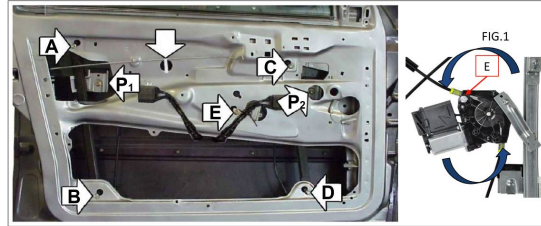

FIG.1
A) **WARNING: DO NOT OPERATE THE WINDOW REGULATOR BEFORE IT IS COMPLETELY ASSEMBLY ON VEHICLE.** Insert the electric window regulator into the door and secure it into the holes at positions A - B - C - D - E. Slightly tighten the screws. ATTENTION: If fixing point E on the window regulator doesn't immediately fit to the one on the door panel, please fit the fixing point rotating the motor group (FIG.1).
A) **ATENCIÓN: NO PONER EN FUNCIONAMIENTO EL ALZACRISTAL SIN HABERLO MONTADO ANTES DE MANERA COMPLETA Y CORRECTA EN EL PANEL DE LA PUERTA.** Introducir el elevallunas eléctrico en la puerta y fijarlo en los puntos A - B - C - D - E. Apretar ligeramente los tornillos. ATENCIÓN: Si el punto de fijación E en el elevallunas no se corresponde con el punto sobre el panel de la puerta, por favor centrar el punto de fijación rotando el grupo motor (FIG.1).
A) **ATTENZIONE: NON METTERE IN FUNZIONE L'ALZACRISTALLI PRIMA CHE SIA MONTATO COMPLETAMENTE E CORRETTAMENTE SUL PANNELLO PORTA.** Introdurre l'alzacristallo elettrico in portiera e fissarlo nei punti A - B - C - D - E. Serrare leggermente le viti. ATTENZIONE: Nel caso in cui il fissaggio E non coincidesse con il punto sul pannello porta, centrare il fissaggio ruotando il gruppo motore (FIG.1).